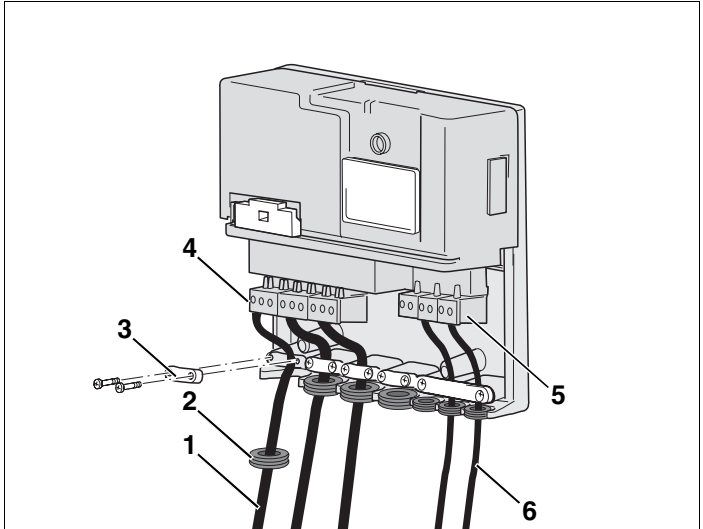

Abb. 4 Elektrischen Anschluss herstellen
- Dazu zuerst die Gummitüllen (Abb. 4, **Pos. 2**) über die Leitung führen.
- Netzanschlussleitung (Abb. 4, **Pos. 1**), Busleitung (Abb. 4, **Pos. 6**) und weitere Komponenten an den Klemmen (Abb. 4, **Pos. 4** bzw. **5**) des Funktionsmodules nach Anschlussplan richtig verdrahten.
- Zugentlastungen (Abb. 4, **Pos. 3**) mit den beiliegenden Schellen fachgerecht verschrauben.